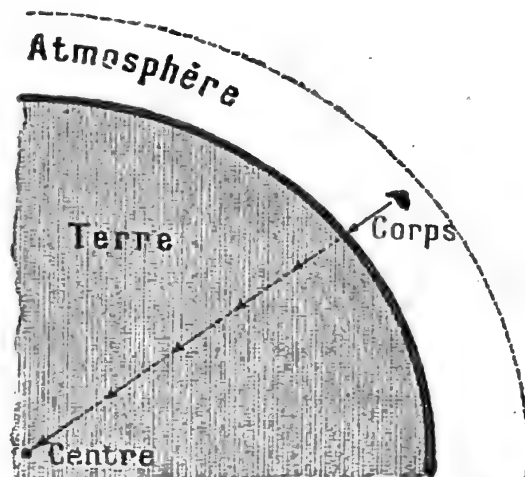

Fig. 510. — Les corps tombent suivant une verticale dont le prolongement aboutit au centre de la Terre.
**3. Les corps tombent vers le centre de la Terre.** — Les corps tombent suivant une droite qui, si elle était prolongée, passerait par le centre de la Terre (fig. 510). Cette droite est appelée *verticale*. Sa direction nous est indiquée par le *fil à plomb*, petite masse